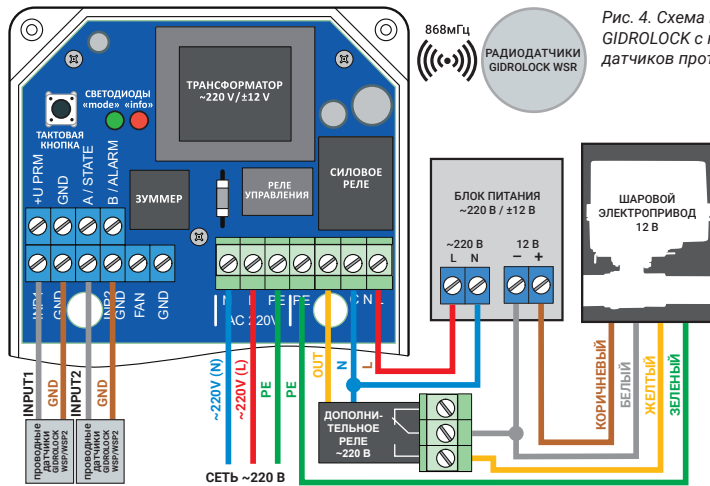

Рис. 4. Схема подключения шарового электропривода GIDROLOCK с напряжением питания 12 В и проводных датчиков протечки воды GIDROLOCK WSP или WSP2.
5.4 Схема подключения шарового электропривода GIDROLOCK с напряжением питания 12В приведена на рис. 4. В этом случае необходимо использовать внешний блок питания (адаптер) ~220 В / ±12 В.